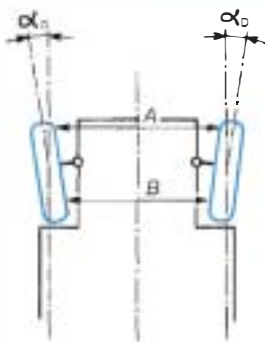

Figure 17.3 • $A > B$: ouverture.
- si $A > B$, il y a ouverture (figure 17.3).
La différence de cote entre l'avant et l'arrière des roues du même essieu peut se mesurer en millimètres ou en degrés, si l'on considère l'angle (α) formé par l'axe de la roue et l'axe de symétrie du véhicule (figure 17.3).